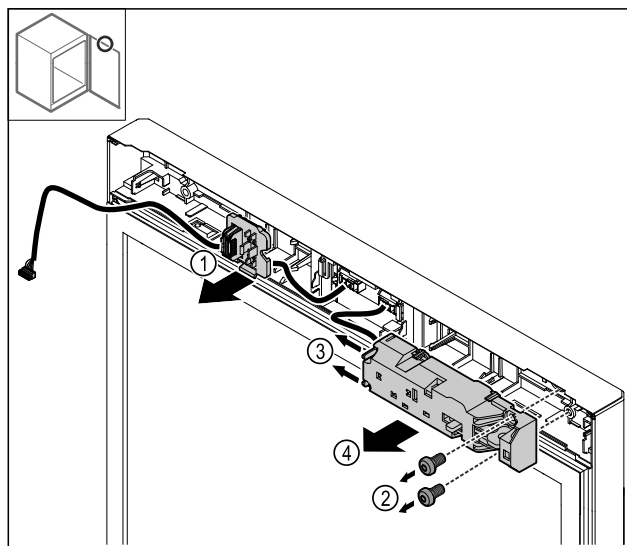

Fig. 27
- ▶ Irrota pistokkeen pidike Fig. 27 (1) lukituksesta.
- ▶ Poista ruuvit Fig. 27 (2).
- ▶ Paina lukitusnokka Fig. 27 (3) sivulle ja ota sähköinen lukko Fig. 27 (4) pois.